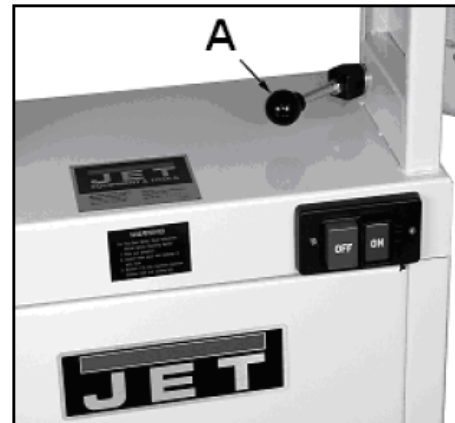

Рис. 12
Отключите станок от питания. Ослабьте зажимную ручку (A) (Рис. 12). Установите консоль в вертикальное положение. Между столом и шлифовальной головкой должен быть угол  $90^\circ$ , отрегулируйте и закрепите 2 упорных винта на задней стороне станка.